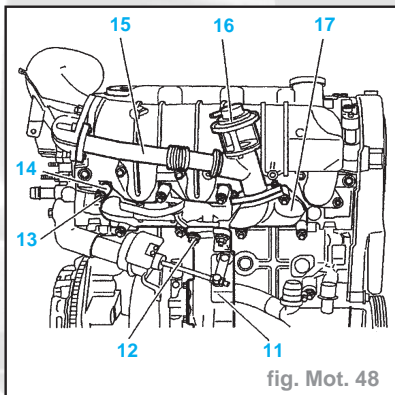

fig. Mot. 48
- le tube (15) (fig. Mot. 48)
- la vanne EGR (16)
- les 8 écrous de fixation (13) du collecteur d'échappement (17)
- les 8 entretoises (14)
- Déposer les 4 écrous (12).
- Désaccoupler le collecteur d'échappement (17) du turbocompresseur (11).